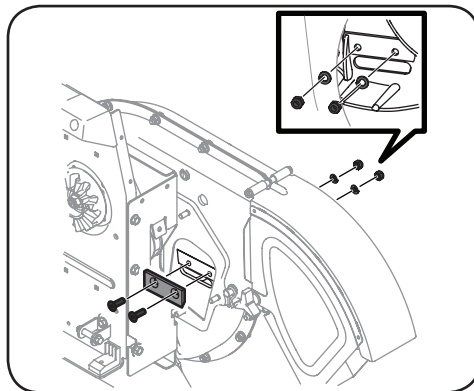

Figura 5-11
11. Para sacar la cuchilla saque los tornillos hexagonales internos, las arandelas de seguridad y las tuercas hexagonales que la sujetan al motor. Vea la Figura 5-11. Guarde los herrajes.